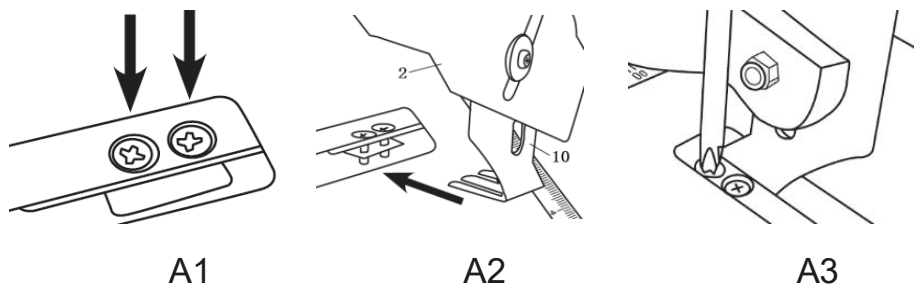

Рисунок 2. Схема встановлення розклинювального ножа з кожухом.
5.1.2.1 Монтаж розклинювального ножа та захисного кожуха (Рис. 2).
1. Послабити викрутку попередньо встановлені затискні гвинти на робочому столі для розклинювального ножа, який постачається встановленим на захисний кожух (Рис. 2, A1).
2. Вставити 2 прорізи опорної лапки розклинювального ножа під затискні гвинти на робочому столі так, щоб опора ножа потрапила між двома пластинами (Рис. 2, A2). Нахил столу може полегшити це завдання.
3. Зафіксувати розклинювальний ніж гвинтами (Рис. 2, A3).